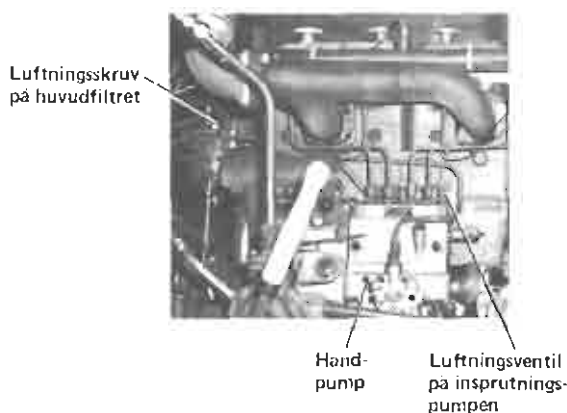

Bild 59. Luftning av bränslesystem
1. Skruva loss luftningskruvarna på huvudfiltret, se bild 59.